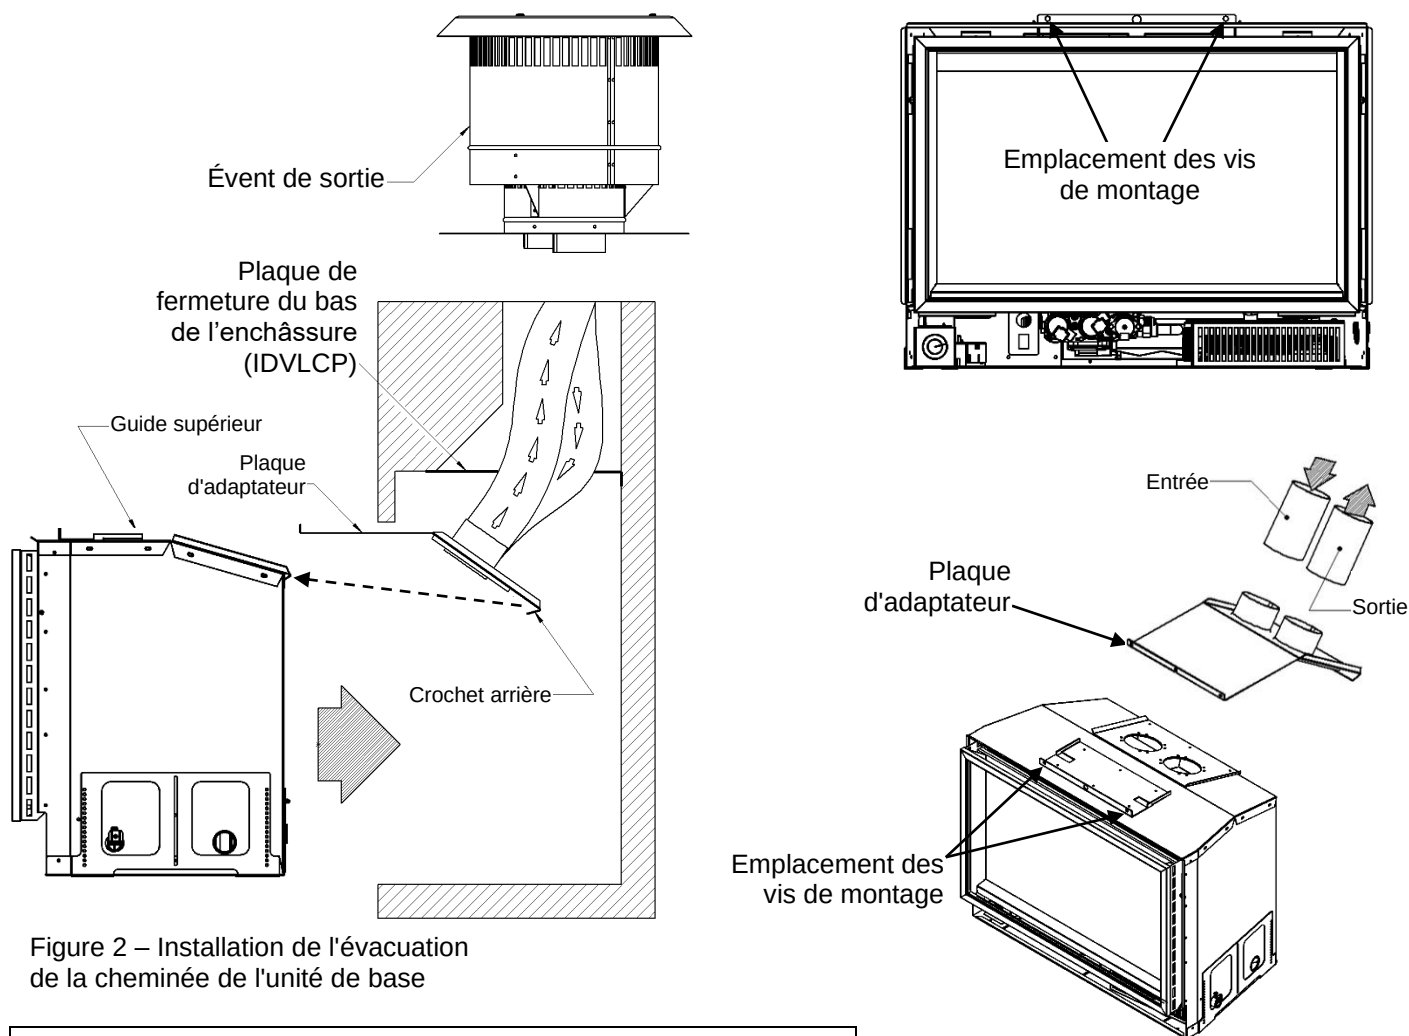

Figure 2 – Installation de l'évacuation de la cheminée de l'unité de base
3. Glissez délicatement l'appareil en place. L'adaptateur doit glisser le long du dessus de l'appareil, entre les guides. Assurez-vous qu'il reste à plat. (Fig.2)
4. Une fois l'appareil en place, fixez la plaque d'adaptateur avec les 2 vis enlevées précédemment. En serrant la plaque d'adaptateur, faites attention, la plaque doit être à plat sur l'appareil et le crochet arrière doit être engagé sur la languette située à l'arrière de l'appareil. (Fig. 2 et 3)